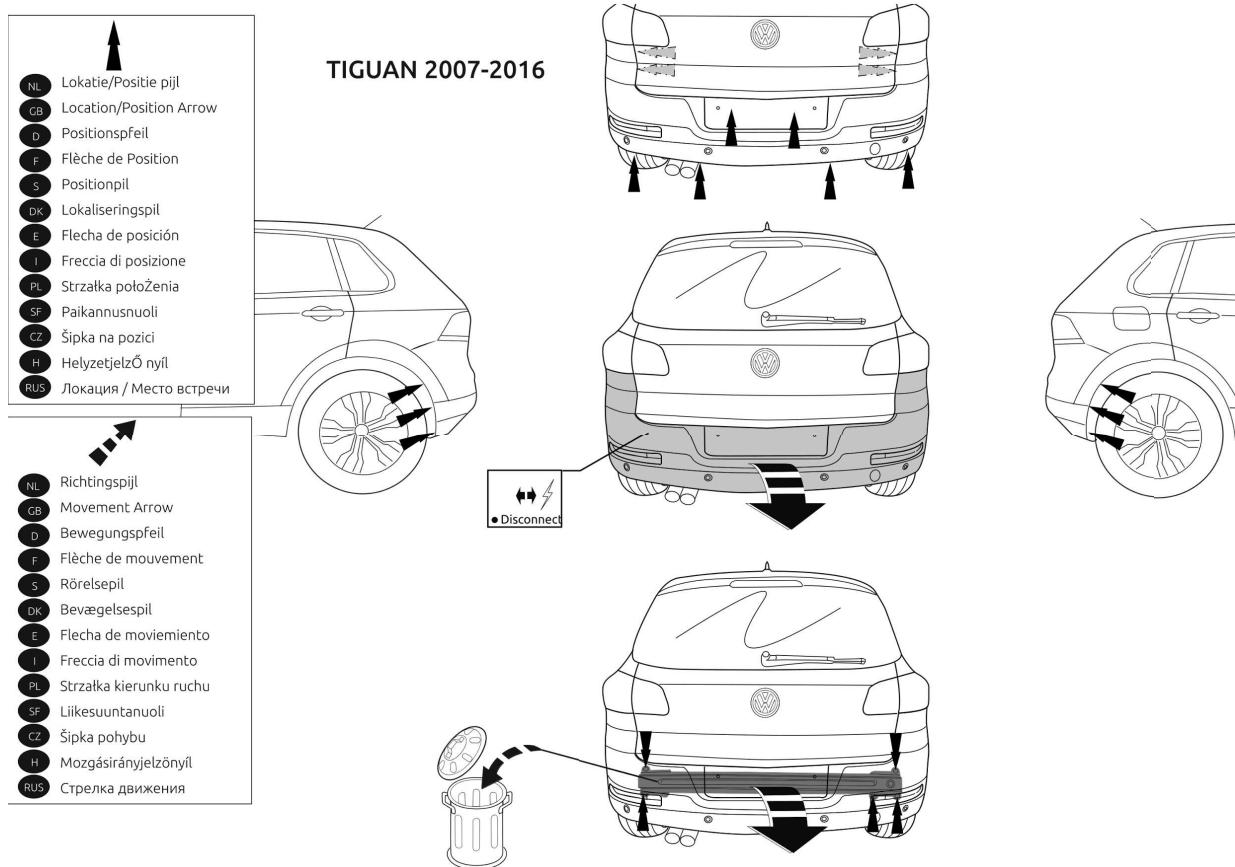

Fig. 1
1. Снять оба блока задних фар. Снять бампер вместе со буферным бруском автомобиля. Буферный брус больше не понадобится. Поставить гайки на место. См. рисунок 1/2/3/4/5/6/7.